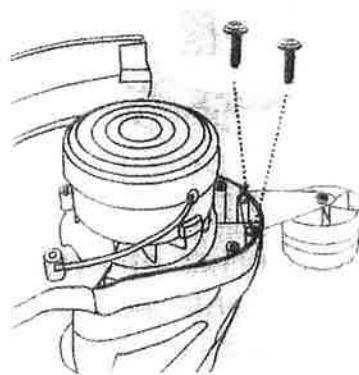

Fig.3
- Inserte el soporte de la rueda (11) en la protector de la seguridad y fijarlo con 2 tornillos (Fig.3)